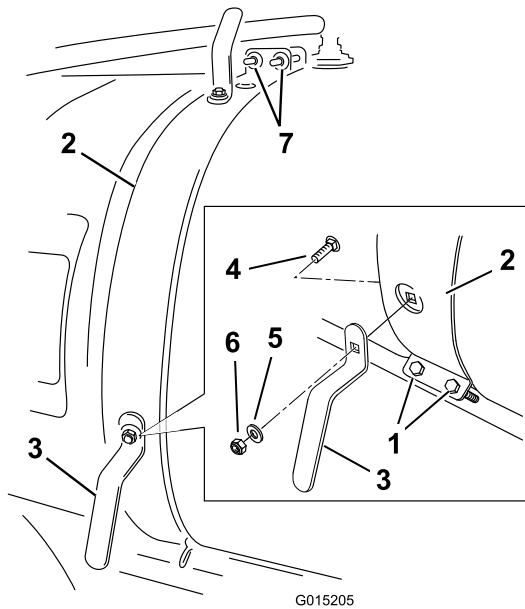

図 3
1. タンクの前ベルト (右側部分) をゆるめる (図 3)。
2. 下側ホース・フックを、図 3 に示すように取り付ける；キャリッジ・ボルト (5/16 x 3/4 インチ)、ワッシャ (3/8 インチ)、ロックナット (5/16 インチ) を使用する。
3. 上側ホース・フックを、図 3 に示すように取り付ける；キャリッジ・ボルト (5/16 x 3/4 インチ)、ワッシャ (3/8 インチ)、ロックナット (5/16 インチ) を使用する。